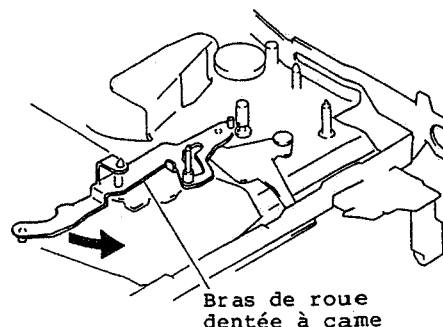

Fig. 2-94
1. Déplacer le bras d'entraînement de roue dentée à came en agissant dans la direction indiquée par la flèche. (Se reporter à la figure 2-94)